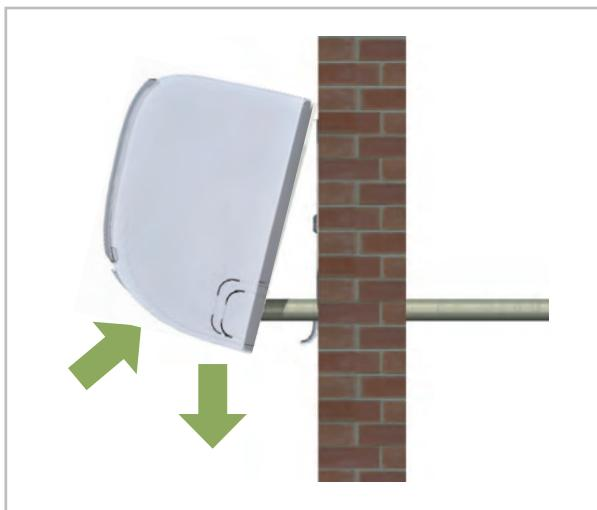

Abb. 26: Waagerechte Ausrichtung
5. ➤ Überprüfen Sie nochmals die waagerechte Ausrichtung des Gerätes. (Abb. 26)